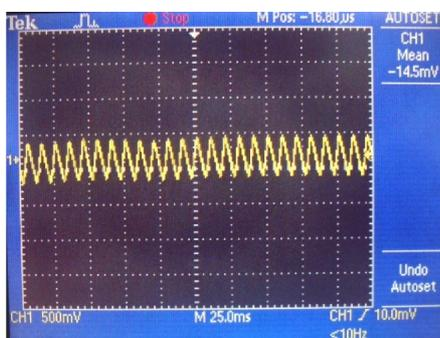

Рисунок 9
- 2) При помощи осциллографа измерить размах напряжения пульсаций на резисторах R первого и второго канала (рисунок 9).